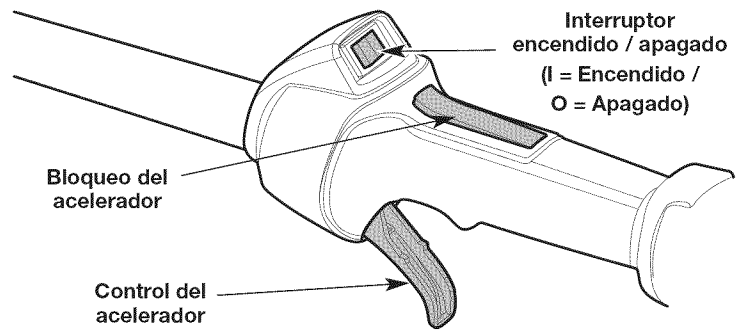

Fig. 7
**NOTA:** No hay necesidad de encender la unidad. El interruptor de Encendido/Apagado debe estar en la posición **Encendido (I)** en todo momento (Fig. 7).
**NOTA:** **NO** apriete el control del acelerador hasta el paso 8 (Fig. 7).
8. Oprima y mantenga apretado el bloqueo del acelerador (Fig. 7). Apriete el control del acelerador según sea necesario para el funcionamiento (Fig. 7).
2. Oprima y no suelte el interruptor de control de Encendido y Apagado en la posición **Apagado (O)** hasta que el motor se detenga por completo (Fig. 7).
**NOTA: NO** apriete el control del acelerador hasta el paso 10 (Fig. 7).
10. Oprima y mantenga apretado el bloqueo del acelerador (Fig. 7). Apriete el control del acelerador según sea necesario para el funcionamiento (Fig. 7).